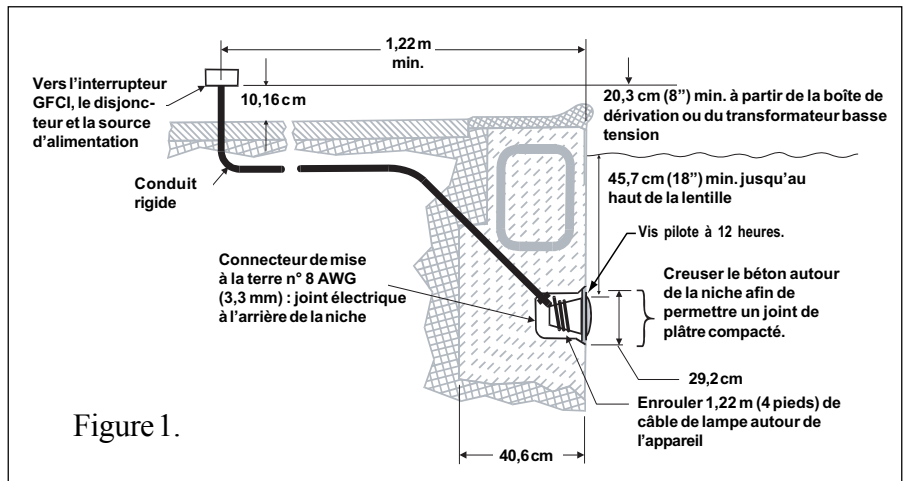

Figure 1.
A. Avant que l'appareil d'éclairage ne puisse être installé, l'électricien devra procéder aux préparatifs suivants (cf. figure 1 ci-dessous).
- b. La boîte de dérivation (ou, pour les modèles de 12 volts, le transformateur basse tension) est située à au moins 20,3 cm (8 pouces) au-dessus du niveau du sol et à au moins 1,22 m (48 pouces) du bord de la piscine (cf. figure 1 ci-dessous).
- d. La niche submersible doit être installée convenablement, de telle manière que le trou de la vis soit à 12 heures et que le rebord supérieur de la lentille du luminaire soit à une profondeur d'au moins 45,7 cm (18 pouces) au-dessous de la surface de l'eau dans la piscine (cf. figure 1 ci-dessous).
- e. La niche immergée comporte des joints électriques appropriés et est convenablement reliée à la terre au moyen du connecteur de terre n° 8 AWG (3,3 mm) situé à l'arrière de la niche (cf. figure 1).
1. Acheminer le cordon à travers le conduit jusqu'à la boîte de dérivation en laissant au moins 1,22 m (4 pieds) à enrouler autour de la lampe au niveau de l'appareil d'éclairage (cf. figure 1). Ce mètre vingt-deux permet de procéder au remplacement de la lampe une fois la piscine remplie d'eau.
- d. La niche immergée est correctement installée de manière à ce que le bord supérieur de la lentille de la lampe soit à au moins 45,7 cm (18 pouces) au-dessous de la surface de l'eau dans la piscine (cf. figure 1 ci-dessous).